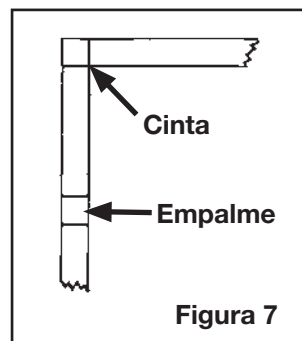

Figura 7
4. En los lugares en que se requieran juntas superpuestas, (p. ej., esquinas y empalmes) la junta debe tener al menos 50,8 mm (2") de largo (es decir, todo el ancho de la cinta **Figura 7**).